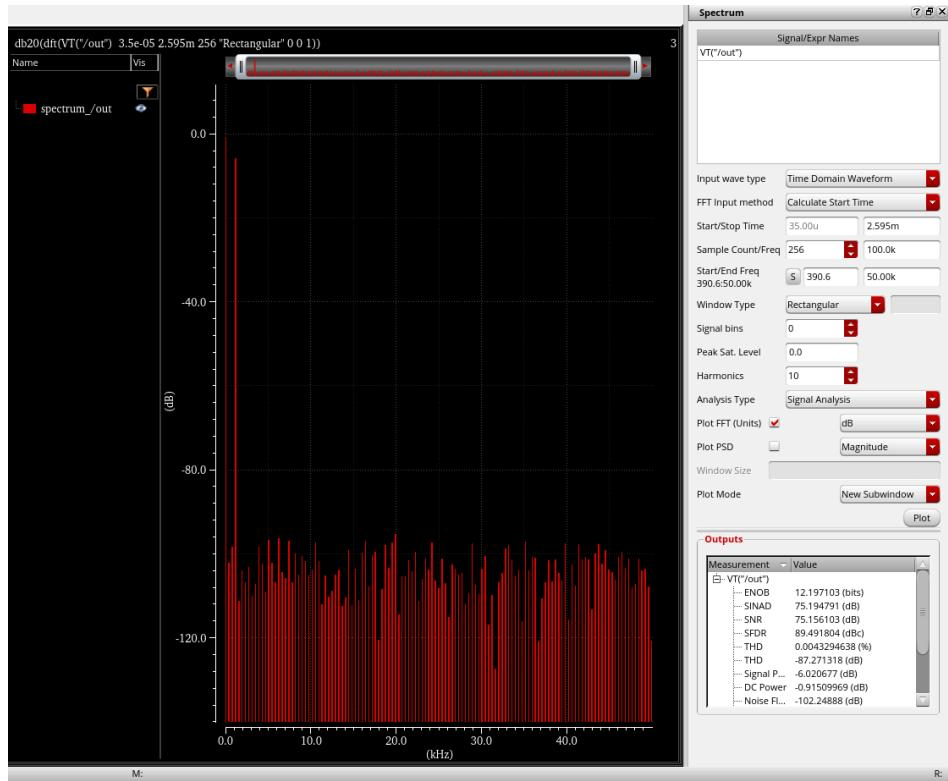

图 58 频谱输出窗口
1. 此时如图 58 所示的 out 节点波形的 FFT 频谱窗口将会弹出。
接着，鼠标右键单击图 58 中右下角 output 栏中的 ENOB，选择 Send To ADE，ENOB 也会被添加到 ADE Explorer 的输出列表中，同理，将 SNR、SINAD、SFDR、THD 也添加到 ADE Explorer 的输出列表中，如图 59 所示。